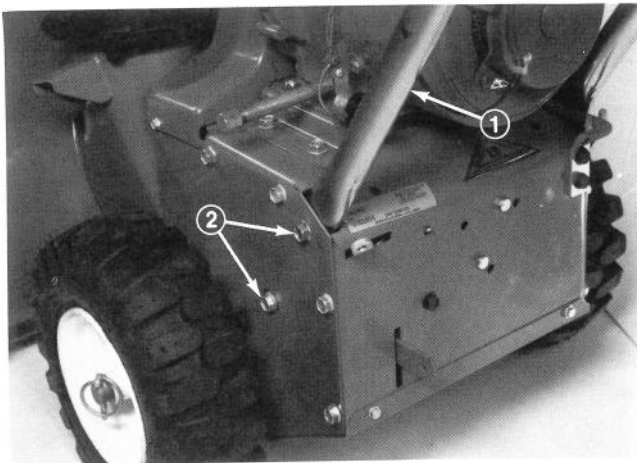

Abb. 2
4. Die Griffholme mit den Sechskantbundschauben befestigen, die Schrauben aber noch nicht festziehen (Abb. 2).
Anmerkung: Zur Befestigung der Griffholme unten dienen Langlöcher (Abb. 2). Daher die Holme in die gewünschte Stellung bringen und dann die Sechskantbundschauben festziehen.